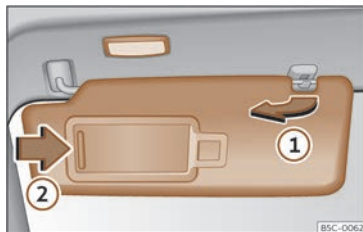

Fig. 100 Pare-soleil.
- Le pare-soleil peut être retiré du support et rabattu contre la portière >>> fig. 100 ①.